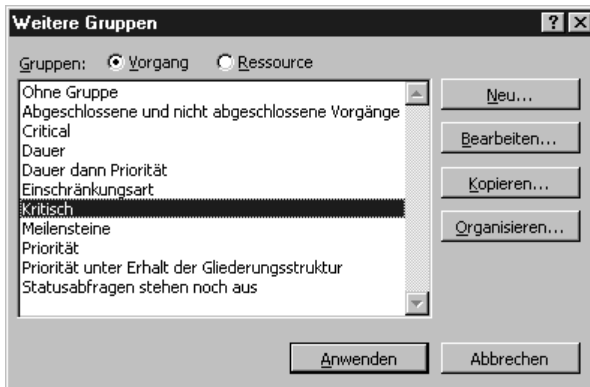

Abbildung 16.9:
5. Sie können auch WEITERE GRUPPIERUNGEN wählen. Dann wird das Dialogfeld WEITERE GRUPPIERUNGEN angezeigt (siehe Abbildung 16.9). Mit Hilfe dieses Dialogfelds können Sie neue Gruppengrößen erstellen, eine bestehende Gruppierung verändern oder eine Kopie einer bestehenden Gruppierung erstellen, die sie dann verändern.
1. Wählen Sie PROJEKT, GRUPPIEREN NACH, WEITERE GRUPPIERUNGEN, um das Dialogfeld WEITERE GRUPPIERUNGEN anzuzeigen (Bezugnahme auf Abbildung 16.9).